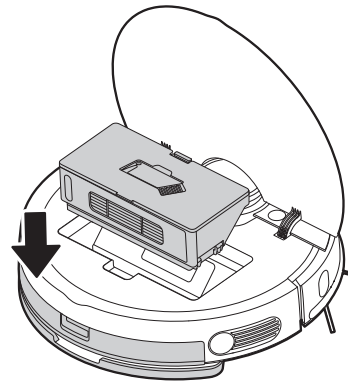

Figura 4
4. Nuevo montaje: Una vez que el tanque de polvo está seca, vuelva a montarla y compruebe si está sólida (Figura 4).